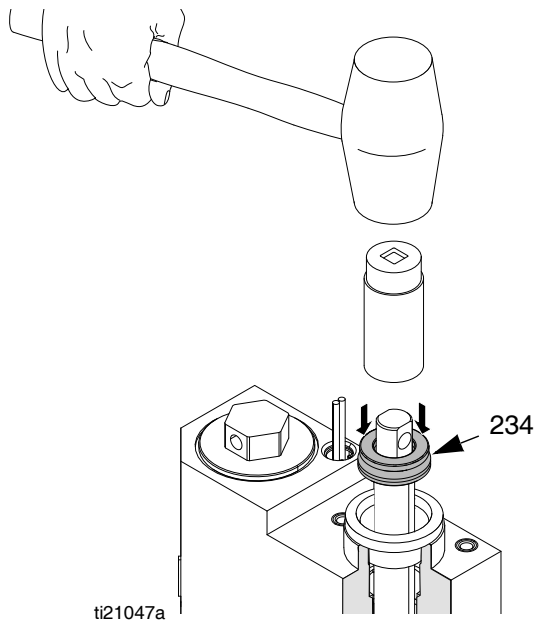

图 31
2. 将活塞杆组件 (223) 推入熔化器出口歧管 (203)。
3. 在喉管 U 形杯 (234) 上涂抹润滑脂, 然后滑过活塞杆 (223), 唇缘向下。
4. 在活塞杆 (223) 上放一个 7/8 英寸的长套筒 (3/8 英寸驱动), 然后用橡胶锤轻轻击打喉管 U 形杯 (234), 使其就位。参见图 31。